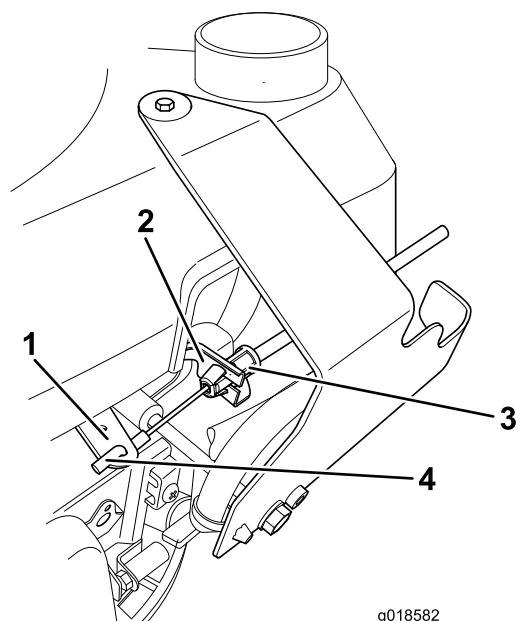

Figure 2
- 6. Accrochez l'extrémité au levier puis tendez le câble de commande de frein et glissez-le dans le support (Figure 2).
10. Passez le câble de frein du moteur (Figure 2) dans le module de commande d'accélérateur pour l'amener à la barre de commande.